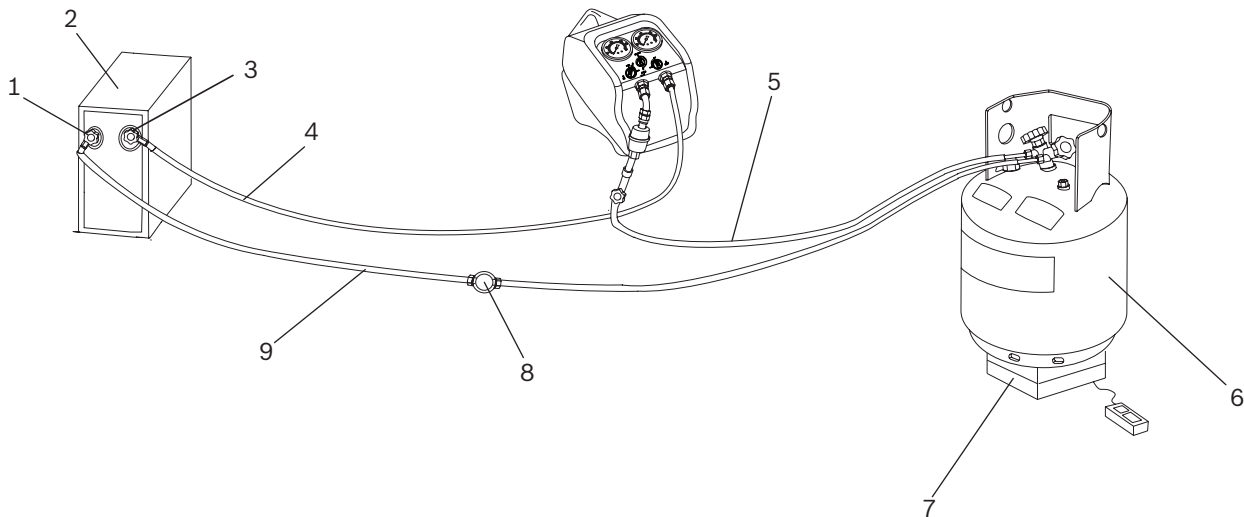

Abb. 4: Push-Pull-Absaugung
4. RG8.0 / RG4.0 an die zu wartende Anlage anschließen (gemäß Abb. 4). Die nachstehend angegebene Reihenfolge einhalten. Nur die vorgesehenen, den örtlichen Vorschriften entsprechenden Kältemittelschläuche verwenden. Da die Schlauchleitungen umgesteckt werden müssen, um das gesamte Kältemittel vollständig aus der Anlage zu entfernen, müssen Schläuche mit manuellem Absperrventil an beiden Enden verwendet werden; diese Anleitung wurde für derartige Schlauchleitungen erstellt.
- Einen roten Schlauch am Flüssigkeitsanschluss (rot) eines zugelassenen Zweiventil-Absaugbehälters anschließen; das andere Ende am hochdruckseitigen Serviceanschluss der Klima-/Kälteanlage anschließen. Es ist von großem Nutzen, in diesem Schlauch ein Schauglas (Abb. 4, Pos. 8) in diesem Schlauch, um den Kältemittelfluss zu überwachen.
- ⇒ Das RG8.0 / RG4.0 einschalten. Flüssiges Kältemittel muss in den Behälter zu strömen beginnen. Dies kann am Schauglas (Abb. 4, Pos. 8) über prüft werden. Siehe Abb. 4.